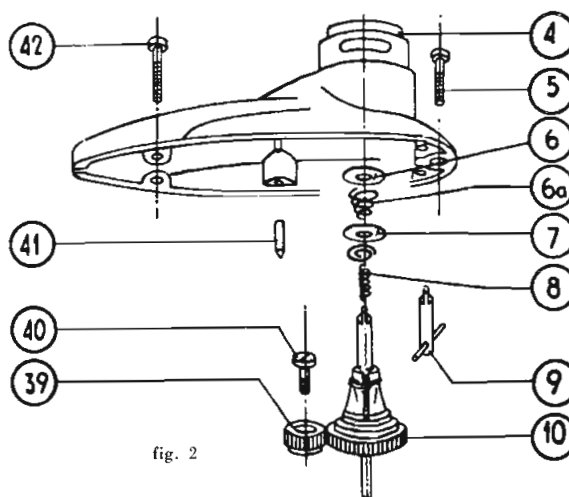

fig. 2
Hoe een en ander moet worden gemonteerd, is aangegeven in fig. 2. Het afregelen van de beide filters geschiedt volgens het onderstaande trimvoorschrift.
De ring van olielinnen is vervangen door twee stalen ringen waartussen zich een veer bevindt. Hierdoor is een betere haar-afdichting verkregen, zie pos. 6, 6a en 7 in fig. 2.